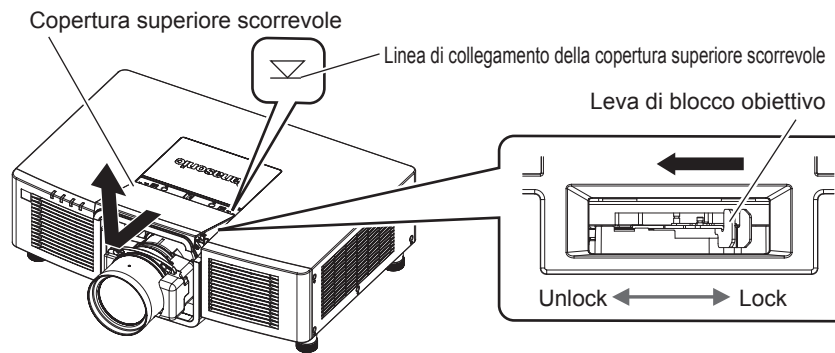

Fig. 2
2) Rimuovere la copertura superiore scorrevole. (Fig. 2)
7) Collegare la copertura superiore scorrevole. (Fig. 2)
- 2) **Rimuovere la copertura superiore scorrevole. (Fig. 2)**
- 5) **Collegare la copertura superiore scorrevole. (Fig. 2)**